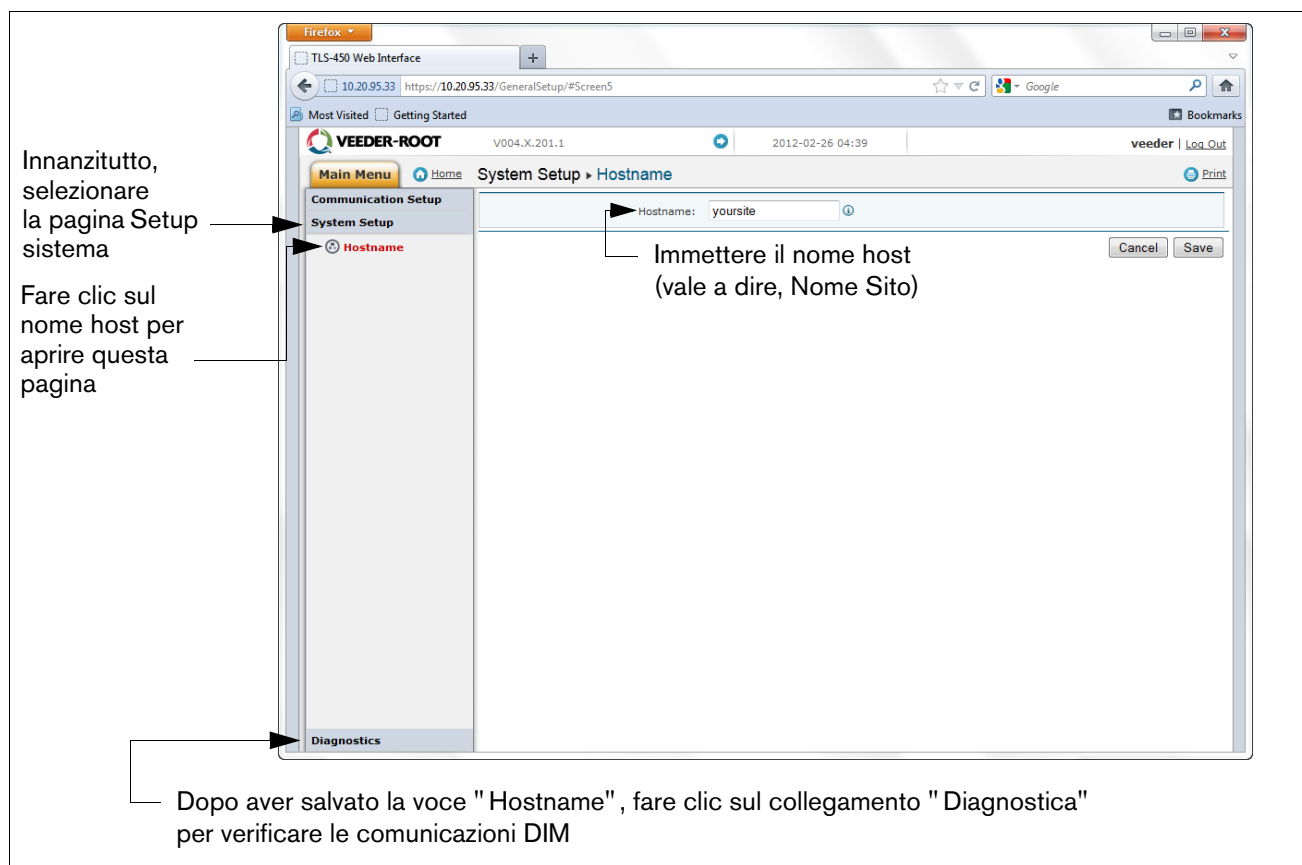

Figura A-9. Immissione nome host
11. Selezionare la pagina "Setup sistema" e immettere il nome host, quindi fare clic sul pulsante "Salva" (vedere l'esempio nella Figura A-9). Si consiglia di utilizzare il nome di rete assegnato dall'amministratore di rete o un altro nome che identifica la posizione. In questa pagina, fare clic sul collegamento Pagina diagnostica (in basso a sinistra).